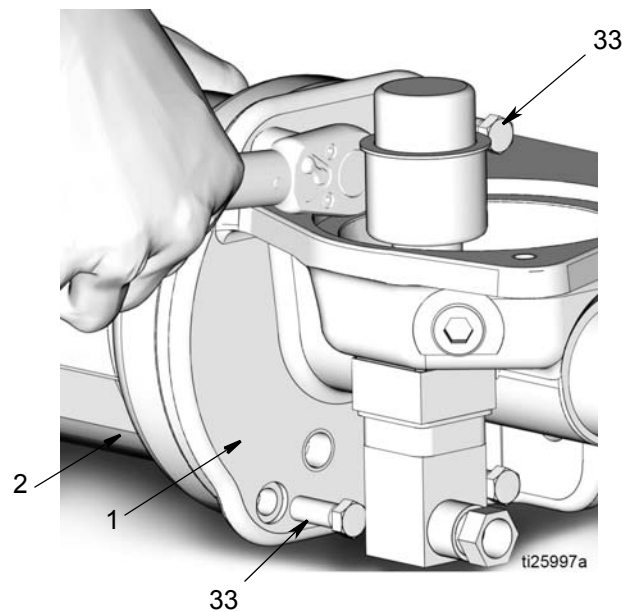

FIG. 18
14. Utiliser une douille de 3/8 pouce pour retirer les 4 boulons (33) maintenant le vérin pneumatique (2) sur la base de la pompe (1) (FIG. 18). Déposer le vérin pneumatique de la base de la pompe.